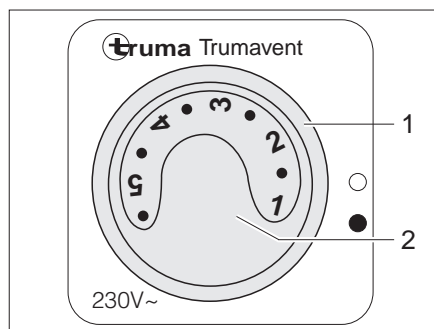

Bild 112 Reglage för cirkulationsfläkt (230 V)
- Ställ vridströmställaren (Bild 112,1) i läge "●".
- Ställ in önskad effekt på cirkulationsfläkten med vredet (Bild 112,2).
- Ställ vridströmställaren (Bild 112,1) i läge "○".